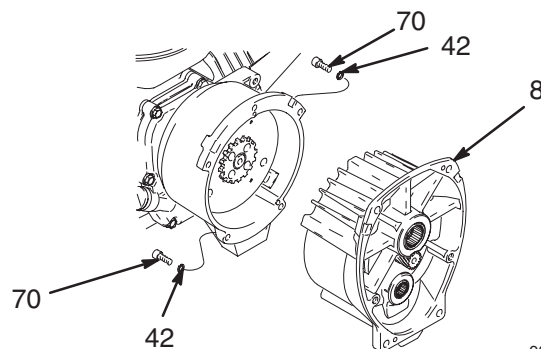
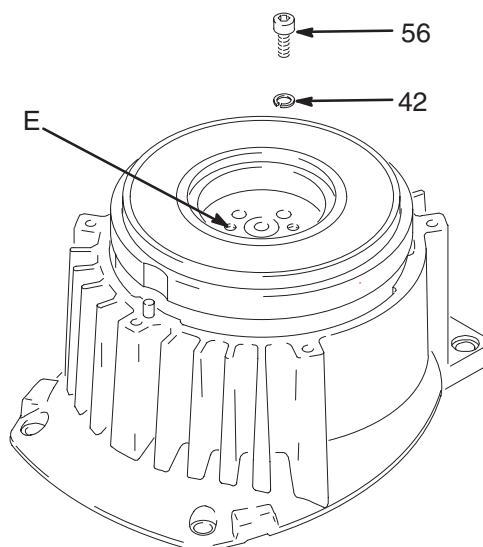
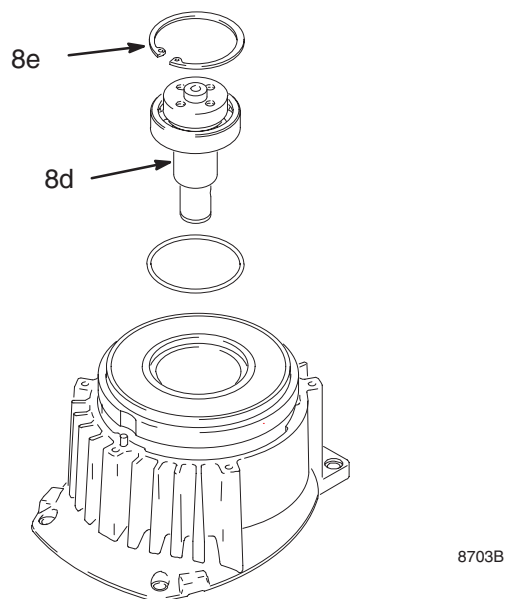

Fig. 7
Fig. 8
Fig. 9
4. Fig. 7. Retirer les cinq vis (70), les rondelles (42) et le pignon (8).
5. Fig. 8. Placer le pignon (8) sur un établi avec le rotor orienté vers le haut.
6. Enlever les quatre vis (56) et les rondelles (42). Introduire deux vis dans les trous taraudés (E) du rotor. Serrer alternativement les vis jusqu'à ce que le rotor sorte.
7. Fig. 9. Enlever le circlip (8e).
5. Mettre les quatre vis (44) et les rondelles (42) et serrer à 14 N.m.
6. Fig. 9. Enfoncer l'arbre du pignon (8d) en tapotant dessus avec un maillet de plastique.
7. Mettre le circlip (8e) en place avec le côté chanfreiné face à l'inducteur (Y).
8. Fig. 8. Déposer le pignon sur l'établi avec le rotor orienté vers le haut.
9. Enduire les vis de loctite. Mettre les quatre vis (44) et les rondelles (42). Serrer alternativement les vis à 14 N.m jusqu'à ce que le rotor soit bien serré. Utiliser les trous taraudés pour maintenir le rotor.
10. Fig. 7. Remonter le pignon (8) en le fixant avec les 5 vis (70) et rondelles (42).